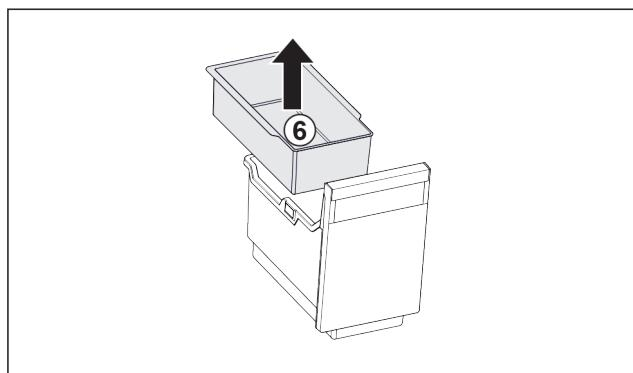

Fig. 81
- Vyjměte závesnou misku Fig. 81 (6).